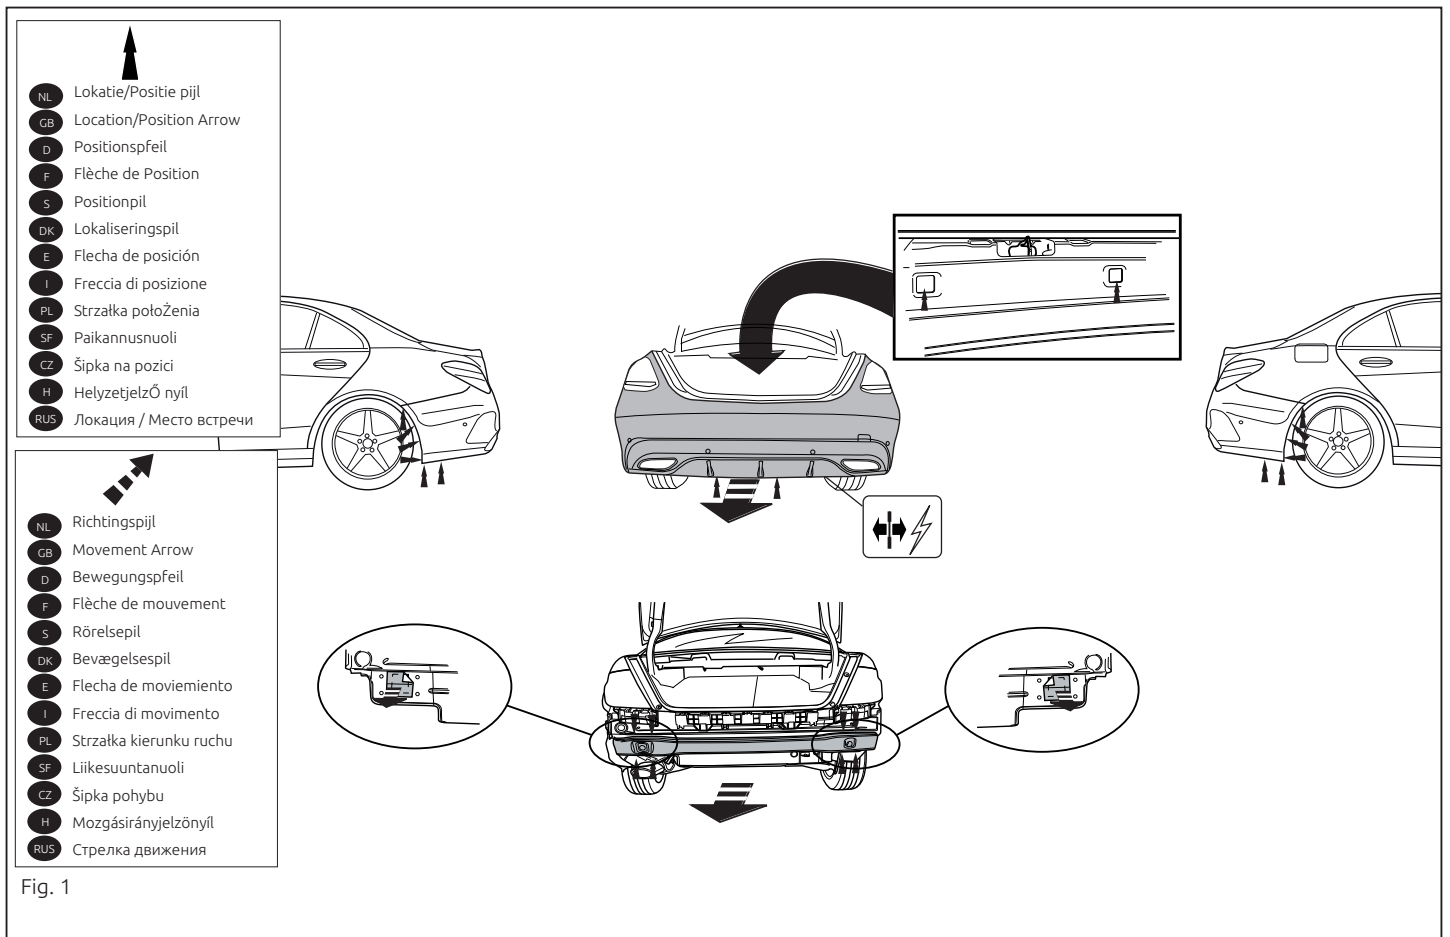

Fig. 1
- 1. Remove the bumper and the steel buffer beam from the vehicle. The buffer beam will no longer be needed. See figure 1.
1. Die Stoßstange einschließlich des stählernen Stoßbalkens vom Fahrzeug abmontieren. Der Stoßbalken wird nicht mehr benötigt. Siehe Abbildung 1.
2. Снять указательные детали. См. рисунок 1.
1. Déposer le pare-chocs du véhicule y compris la traverse en acier la traverse ne sera plus utilisée. Voir la figure 1.
1. Demonter kofangeren, inklusive køretøjets stålstødbjelke. Denne bliver overflødig. Se fig. 1.